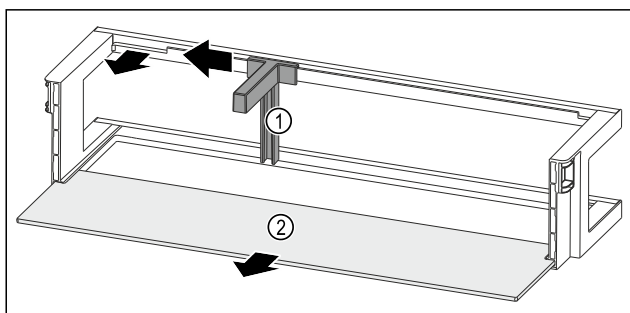

Fig. 249 Dveřní přihrádka s držákem lahví a odkládací plochou
- ▶ Držák lahví Fig. 249 (1) posuňte na stranu až k vybrání.
- ▶ Držák lahví Fig. 249 (1) odeberte.
- ▶ Odkládací plochu Fig. 249 (2) odeberte.